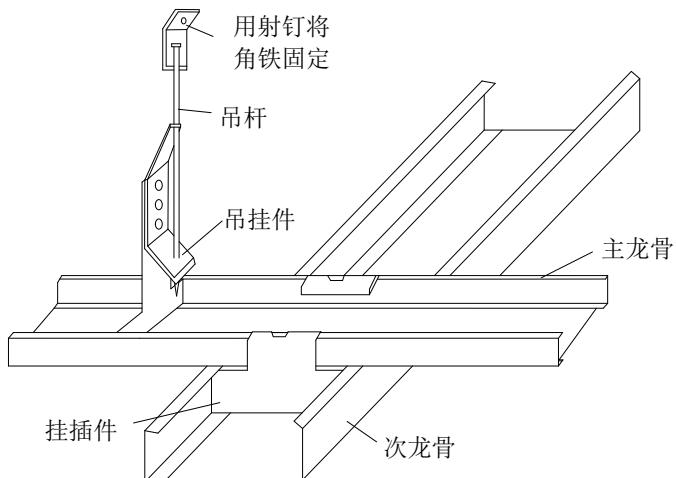

图 3.2.4 主、次龙骨连接
3.2.4.1 安装次龙骨：在覆面次龙骨与承载主龙骨的交叉布置点，使用其配套的龙骨挂件（或称吊挂件、挂搭）将二者上下连接固定，龙骨挂件的下部勾挂住覆面龙骨，上端搭在承载龙骨上，将其U型或W型腿用钳子嵌入承载龙骨内（见图3.2.4）。双层轻钢U、T型龙骨骨架中龙骨间距为500—1500mm，如果间距大于800mm时，在中龙骨之间增加小龙骨，小龙骨与中龙骨平行，与大龙骨垂直用小吊挂件固定。